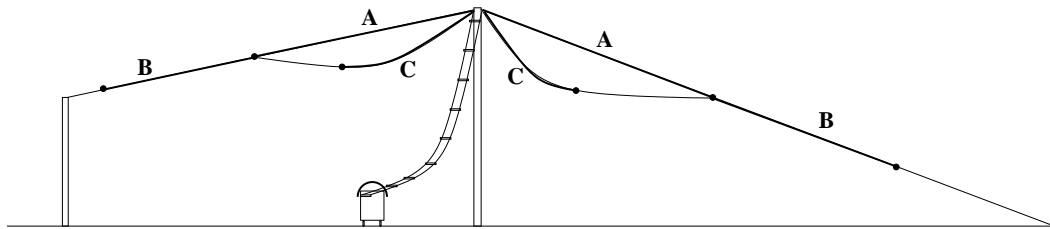

Bild 1: Die "Huhnerdraht"-Antenne
In der 100W-Kategorie wurden damals 482k Punkte erreicht. Mit dem Ergebnis waren wir recht zufrieden und so wiederholten wir das Ganze im Jahr darauf, dann mit OV-eigenem Fielddaywagen und unter dem Rufzeichen DL0LA/p. Wegen schlechter Ausbreitungsbedingungen fiel das Ergebnis nicht so toll aus wie im Vorjahr, es wurden lediglich 411k. Im CW-Fieldday 1997 wurde dann eine Modifikation durchgeführt. Die Antenne war für die höheren Bänder 3 - 6 Wellenlängen lang, dadurch ergab sich eine zu starke Richtwirkung in West-Ost-Richtung. Deshalb wurde die Antenne 17 m links und rechts vom Speisepunkt auftrennbar gemacht. Die Tagversion war dann also 2 x 17 m (A in **Bild 1**), für die Nachtversion wurden noch 2 x 13 m dazugeschaltet (B), also 2 x 30 m.